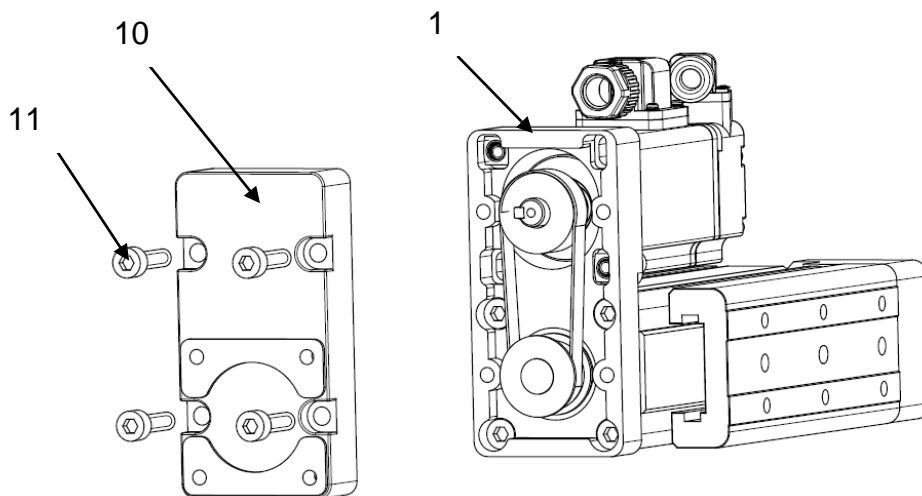

Рисунок 17 – Монтаж крышки на корпус.
5) установить крышку (поз. 10) на корпус (поз. 1) с собранным блоком шкивов. Закрепить крышку (поз. 10) при помощи винтов (поз.11) (см. рисунок 17);